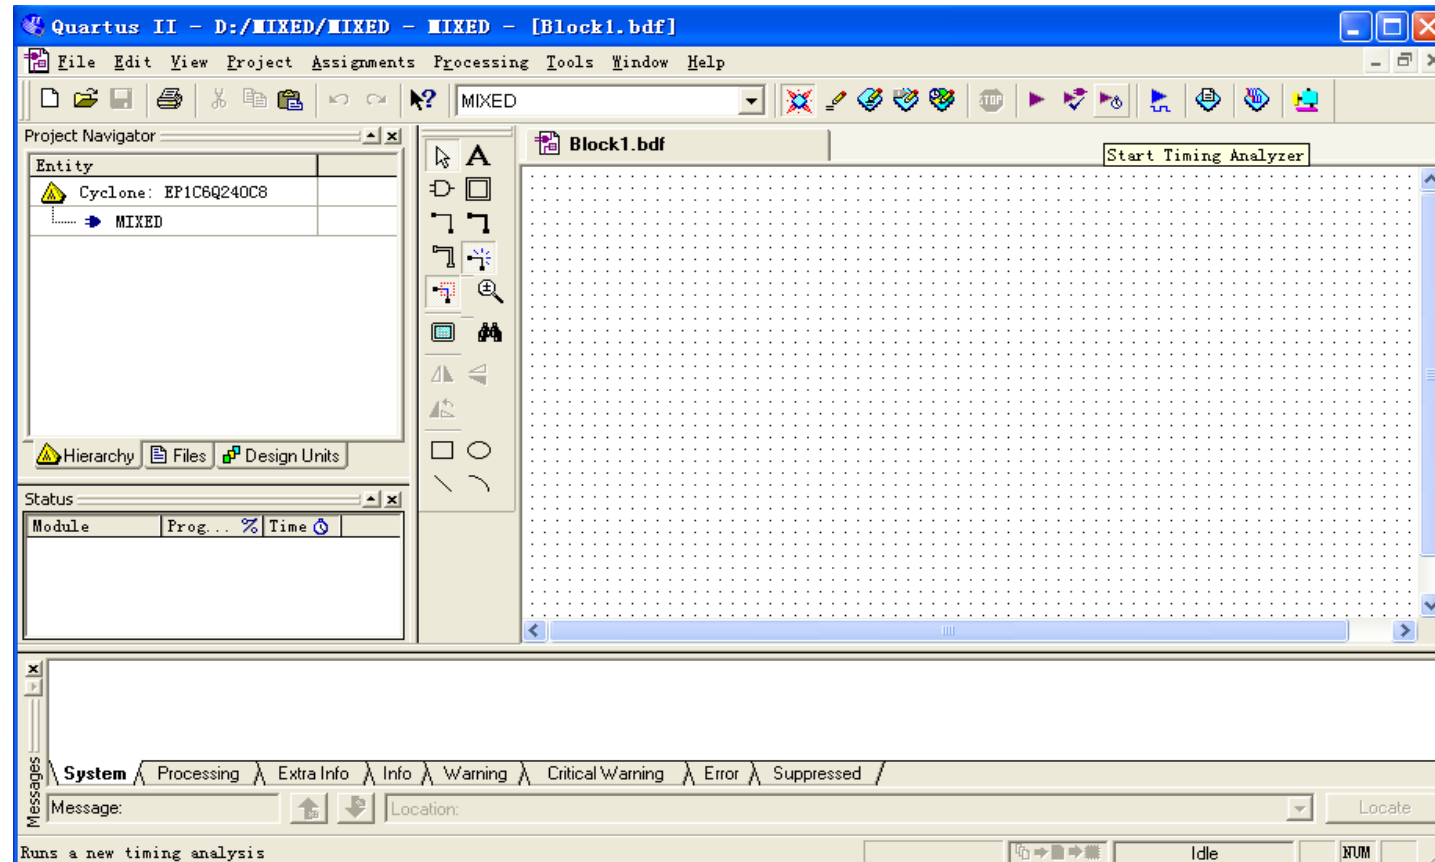
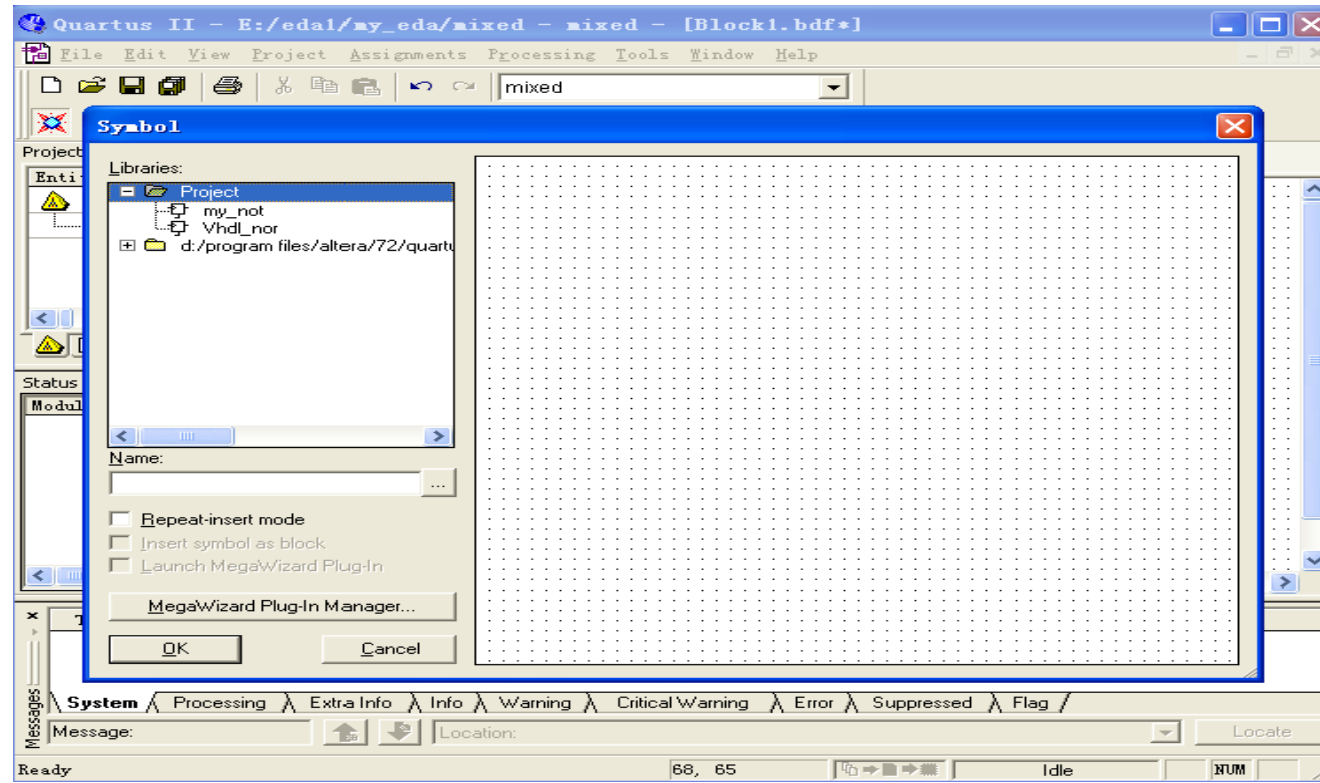
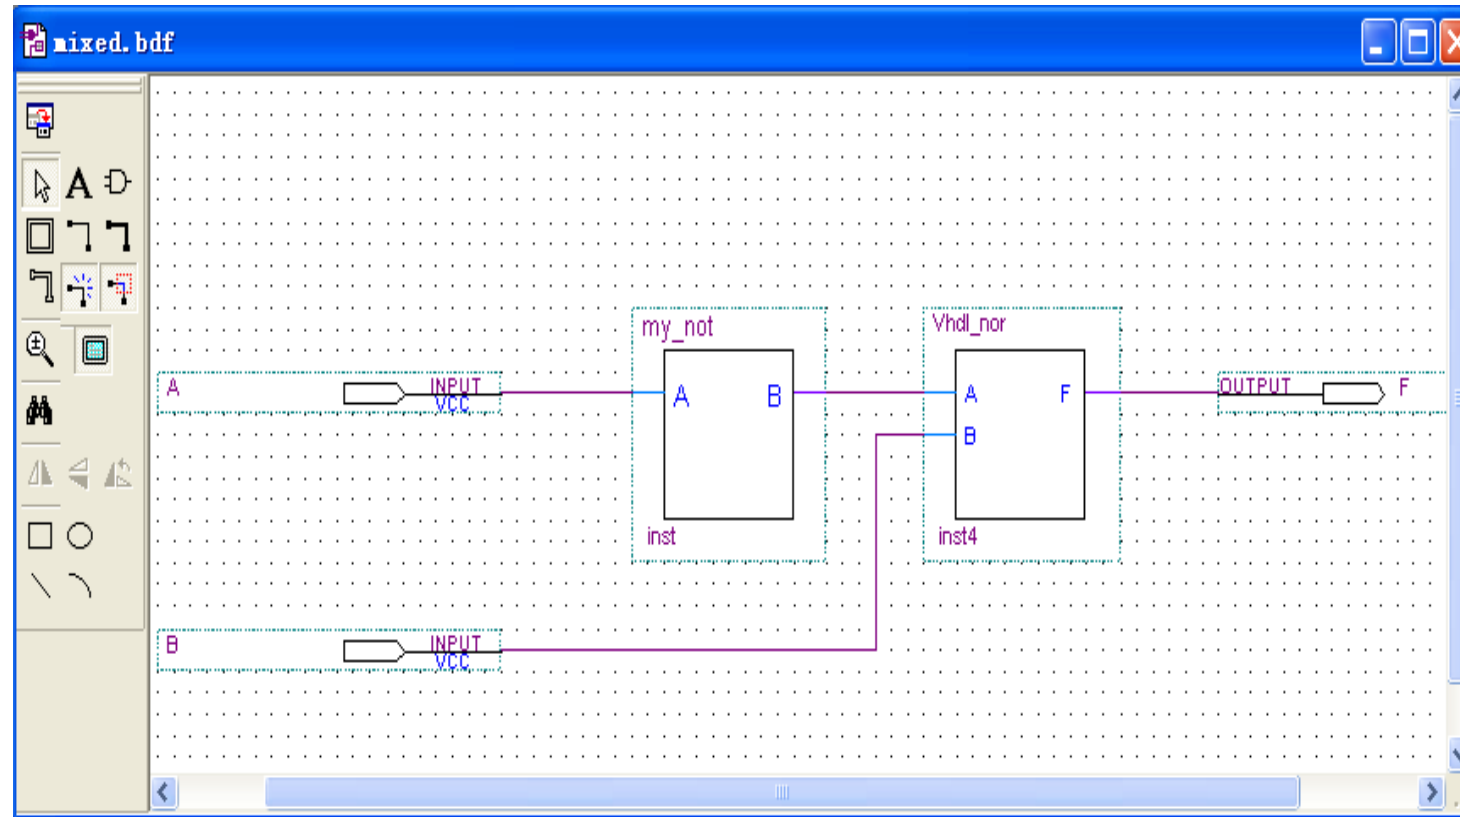

图1.37 建立MIXED工程项目窗口
图1.38用户工作库窗口
图1.39 完成后的mixed原理图
- 1) 建立名为MIXED的工程项目并进入原理图编辑器窗口，如图1.37所示。
- 2) 打开用户工作库。在图1.37中原理图编辑器的编辑窗口的空白处双击鼠标左键，从弹出的器件库选择窗口中点击Project打开用户工作库，可以看到前面生成的二个器件my_not和my_nor如图1.38所示。
- 3) 完成原理图编辑。在图1.38中，选择my_not、my_nor、input、output部件，完成原理图编辑，如图1.39所示。